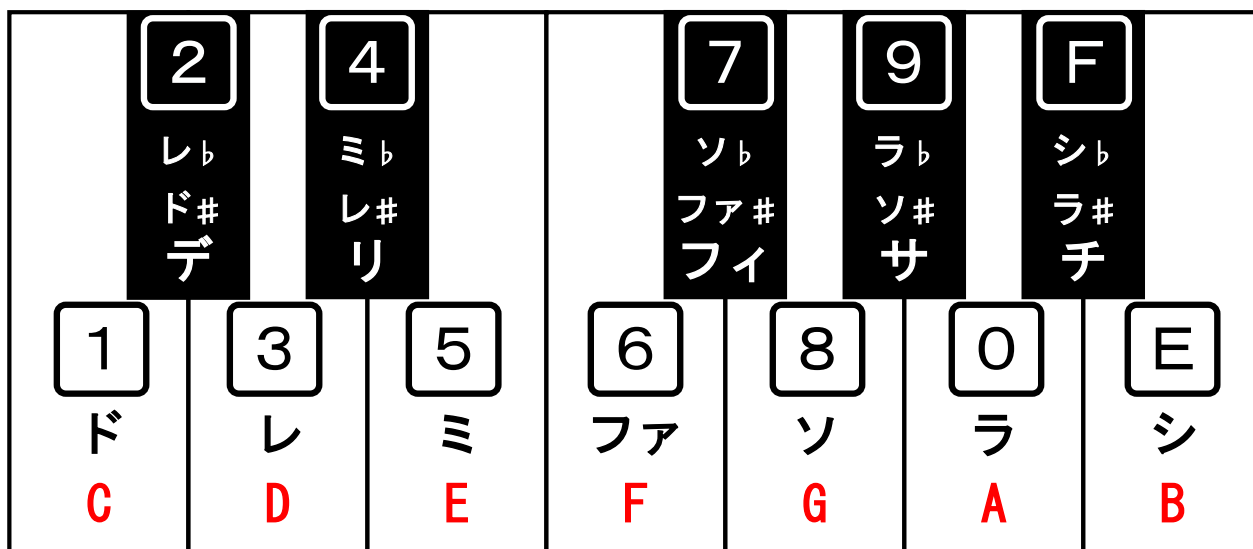
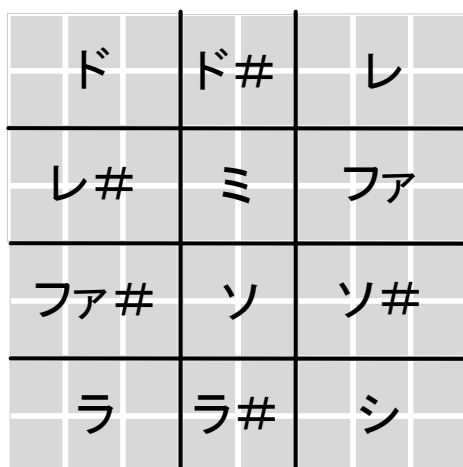

図 1-12 16 進キーボードとピアノ鍵盤の対応
図 1-13 音階とマトリクス LED の点灯位置の対応
(4) メロディ表示中のマトリクス LED 表示
- 16 進キーボードとピアノ鍵盤の対応を図 1-12 に、音階とマトリクス LED の点灯位置を図 1-13 に示します。